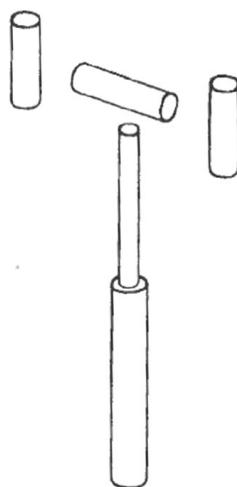

Рис. 6.44. Способ изготовления дымовых труб для картонных моделей
**Дымовая труба камбуза.** Такая труба есть на большинстве моделей судов, поэтому рассмотрим способ ее изготовления. Этот элемент состоит из трубок, свернутых из белой плотной бумаги на стержне (прутке) соответствующей толщины. Сначала скручивают трубку большего диаметра, в которую вставляют более тонкую трубку. Сверху приклеивают часть трубки того же диаметра и еще две — по бокам. Трубы лучше сделать длинными и разрезать бритвой на необходимые отрезки (рис. 6.44).